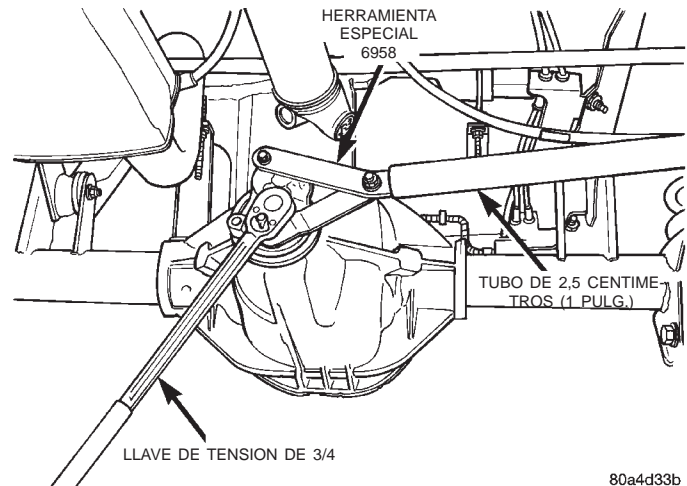

Fig. 58 Ajuste de la tuerca del piñón
(14) Con la herramienta de sujeción 6958 y un trozo pequeño de tubo de 25 mm (1 pulg.) y una llave de tensión fijada en 474 N·m (350 lbs. pie), aplaste el separador plegable hasta eliminar el juego longitudinal del cojinete (Fig. 58).